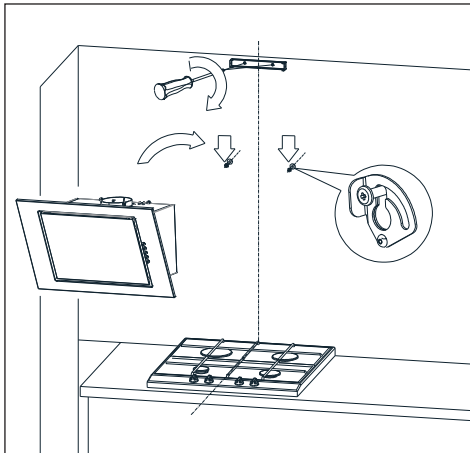

Fig. 6 Aufhängen der Haube
3. Schrauben Sie das Befestigungselement des Kaminkörpers fest und hängen Sie die Haube an den zwei herausragenden Schrauben auf (Abb. 6).